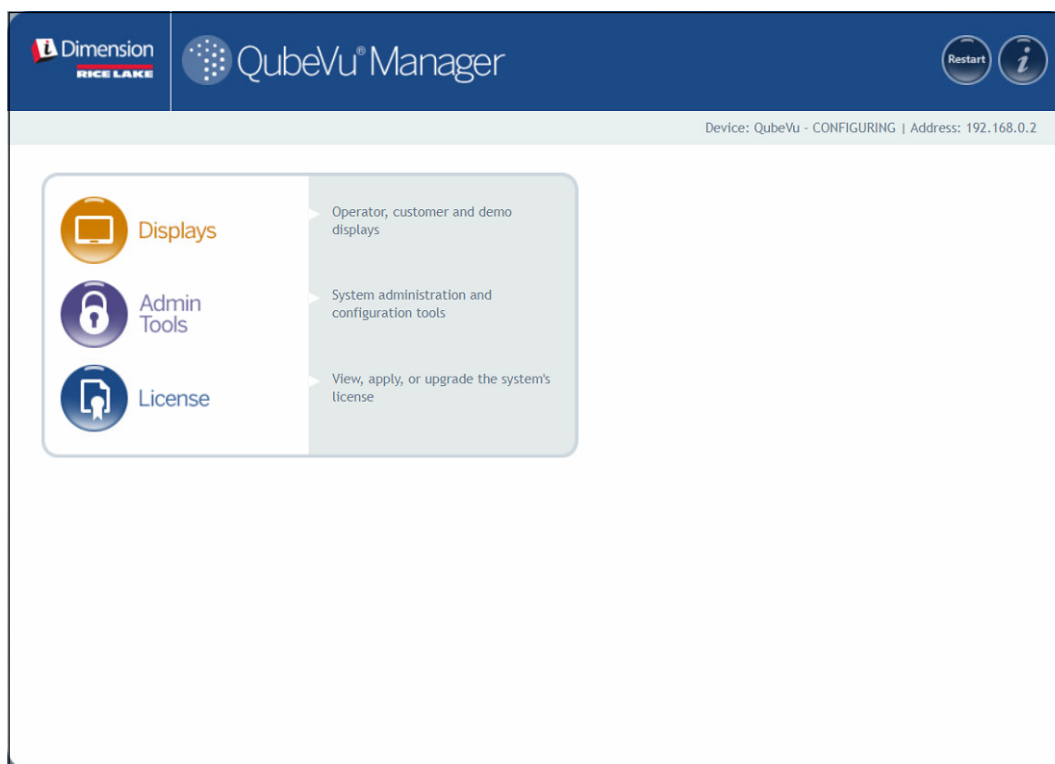

Figure 2-1. Page d'accueil de QubeVu Manager
- Sélectionnez  **Displays** dans le menu **QubeVu Manager** (Figure 2-1, page 9) pour accéder au menu **Display Pages** (Pages d'affichage).